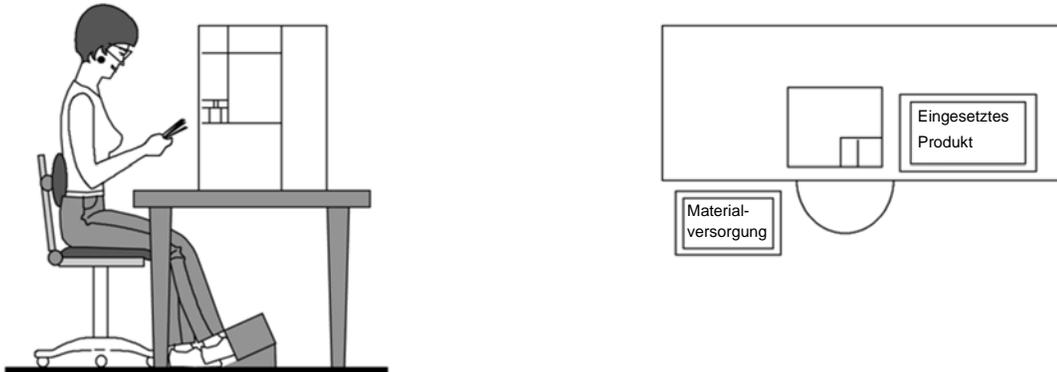

Abbildung 8
3.3. Hinweise zum Aufstellort von Arbeitstischmaschinen (Abbildung 8)
Abbildung 8 zeigt die korrekte Maschinenposition und Bedienposition sowie die empfohlene Fußschalterposition.